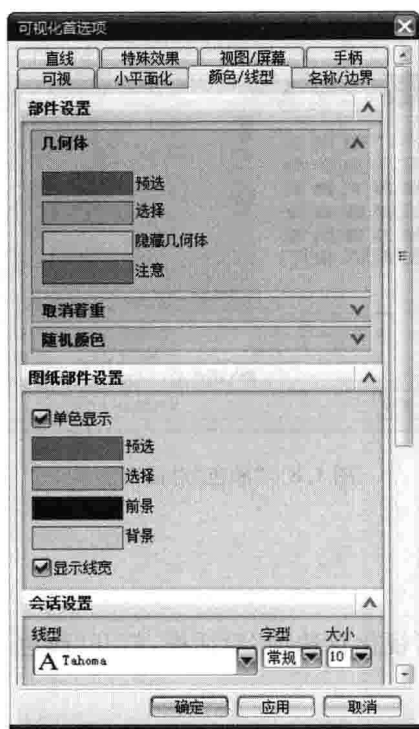

图 1.9 “可视化首选项”对话框
(1) 选择“首选项”|“可视化”命令,弹出“可视化首选项”对话框,打开“颜色/线型”选项卡,如图 1.9 所示。
(2) 分别单击“预选”、“选择”、“隐藏几何体”、“注意”对应的颜色框,弹出“颜色”对话框,单击拟更改的颜色,两次单击“确定”按钮完成修改。
(3) 将鼠标移进模型,模型上光标所指之处变成设定的“预选”颜色。单击实体上任意一个几何要素,该要素由“预选”的颜色变成“选择”的颜色。